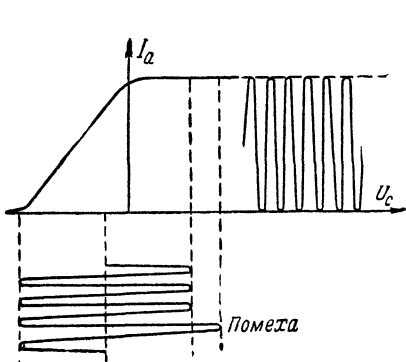

Рис. 129. Амплитудное ограничение происходит на верхнем и нижнем изгибах характеристики.
**Л.** — Наиболее распространена схема насыщенного пентода. Режим пентода выбирают таким образом, чтобы характеристика зависимости анодного тока от сеточного напряжения имела ярко выраженный горизонтальный участок (рис. 129). При достаточно большом напряжении сеточного возбуждения колебания выйдут за пределы линейного участка и будут ограничены на уровне верхнего и нижнего изгибов характеристики.